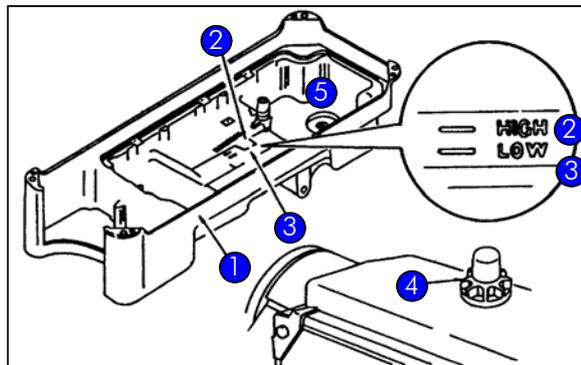

Figure 34 Réservoir d'huile
Si le niveau est trop bas, le verre de regard ④ de Figure 34 ne montre pas d'huile éclaboussante (machine en service).
- ▶ Vérifier que l'huile dans le carter ① (Figure 34) est toujours propre. Si l'huile est sale, il faut remplacer l'huile comme décrit dans le paragraphe 7.2.3.
- ▶ Vérifier que le niveau d'huile se trouve entre les deux marques [High] ② et [Low] ③.
- ▶ Si le niveau est trop bas, il faut ajouter de l'huile jusqu'au repère [High] ②. Utiliser de l'huile du type New Derox Oil No. 1.
Lorsque la machine est mise en service après la vidange de l'huile, le verre regard ④ de Figure 34 montre suffisamment d'huile éclaboussante.
- ▶ Prendre un récipient synthétique et tenir ce récipient sous le trou de vidange de la machine afin de récupérer l'huile sale (Figure 34).
- ▶ Enlever la vis de vidange d'huile (5) et faire couler l'huile sale dans le bac de récupération d'huile.
- ▶ Remplir le réservoir d'huile jusqu'au repère [High] (2). Utiliser de l'huile du type New Derix Oil No. 1.